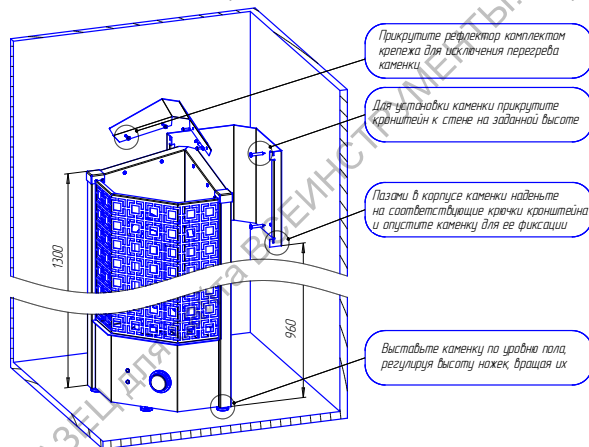

Рис.2 Схема установки
6.4. УСТАНОВКА КАМЕНКИ производится согласно рис1 "Безопасные расстояния" и рис.2 "Схема установки". Кронштейн настенный крепится на стене на теплостойкое основание на высоте, указанной на рис. 2. Пазы на кронштейне вдеваются в соответствующие пазы в кожухе каменки, и каменка опускается вниз, для ее фиксации. Ножки каменки регулируются по вылету, для более устойчивого ее расположения. Произведите регулировку каменки по уровню пола, и зафиксируйте ножки контрирующей гайкой, для исключения их раскручивания. Рефлектор устанавливается после монтажа каменки, для этого используйте комплект крепежа. Около каменки стены